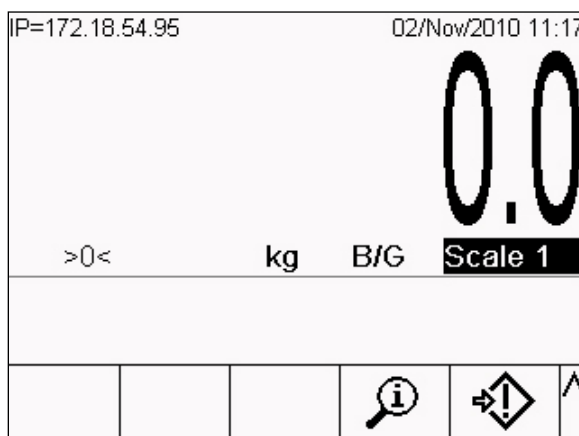

Figura 1-3: Pantalla inicial IND780 que muestra la tecla programable de extracción de información
1. En la pantalla de vista de la báscula (Figura 1-3), presione la tecla programable EXTRACCIÓN DE INFORMACIÓN (comúnmente en la segunda fila de teclas programables).